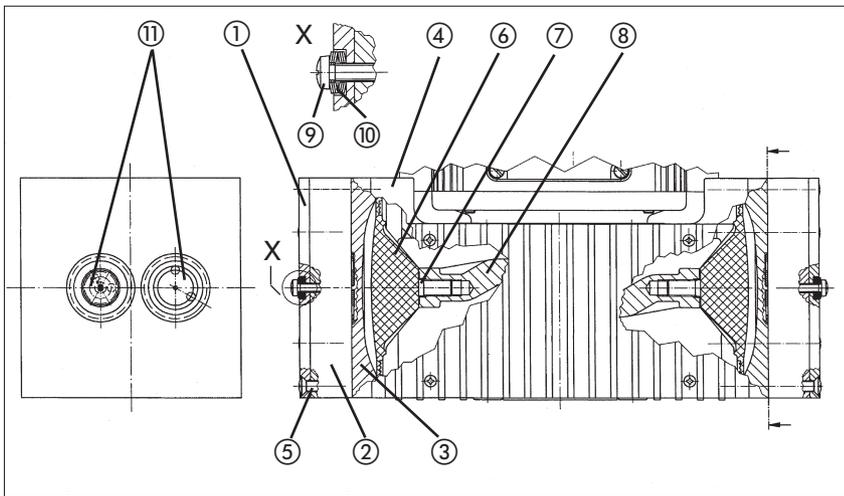

Abb. 2: Schnitt durch die Pumpenköpfe (symbolisch)
► Die Positionsnummern innerhalb der folgenden Arbeitsanweisungen beziehen sich auf die Abbildung 2.
- ④ Ventilsitze, Zwischenplatte und Kopfdeckel auf Sauberkeit prüfen; bei Unebenheiten, Kratzern und Korrosion sind diese Teile zu ersetzen.
- ⑤ Die neuen Ventilplatten/Dichtungen ⑪ in die Ventilsitze der Zwischenplatte einlegen; die Ventilplatten/Dichtungen für Druck- und Saugseite sind identisch; gleiches gilt für Ober- und Unterseite der Ventilplatten/Dichtungen.
- ① Strukturmembrane ⑥ durch Drehen des Lüfterrads in mittlere Position bewegen.
- ② Zwischenplatte ③, mit Ventilplatten/Dichtungen ⑪ entsprechend der Markierungen (M) auf das Gehäuse setzen.
- ③ Kopfdeckel ② auf Zwischenplatte ③ auflegen entsprechend der Filzstiftmarkierung (M).
- ④ Druckplatte ① aufsetzen, Schrauben ⑨ mit Tellerfedern ⑩ einschrauben, bis Schraubenköpfe flächig aufsitzen (nicht festziehen!).
- ▶ Die ersten drei aufzusteckenden Tellerfedern müssen vom Schraubenkopf wegweisen, die folgenden drei dem Schraubenkopf zugeneigt sein (siehe Detail X in Abb. 2).
- ⑤ Schrauben ⑤ über Kreuz nur leicht anziehen.
- ⑥ Leichtgängigkeit der Pumpe durch Drehen des Lüfterrads prüfen.
- ⑦ Nun die Schrauben ⑤ **handfest** anziehen.
- ⑧ Schrauben ⑨ mit je einer weiteren halben Umdrehung anziehen.